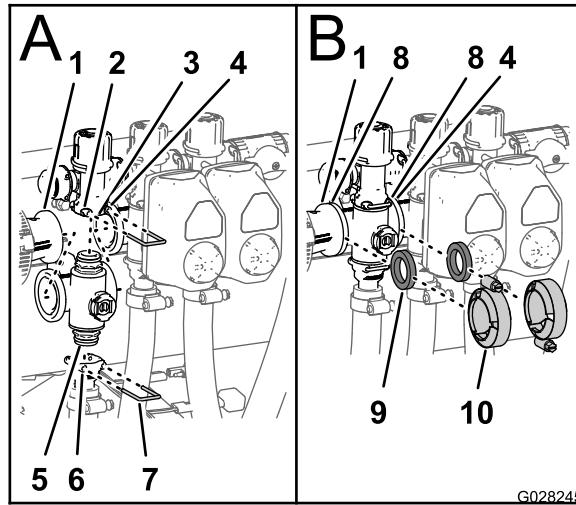

图144
- 将歧管阀的上端盖接头插入旁通阀接头 图144。
- 将卡环插入旁通阀接头的插槽从而将端盖接头固定至旁通阀接头 图144。
- 将出口接头组装到歧管阀的下端盖接头上 图144。
- 将卡环插入出口接头的插槽从而将端盖接头固定至出口接头 图144。
- 在异径管连接头凸缘与喷洒臂段阀歧管之间放一个垫片 图144。
- 用夹具组装异径管接头、垫片和喷洒臂段阀歧管并用手紧固 图144。
- 如果要安装最左边的2个喷洒臂段阀请在两个相邻喷洒臂段阀歧管的凸缘之间放一个垫片 图144。
- 使用夹具组装2个相邻喷洒臂段阀歧管和垫片并用手紧固 图144。